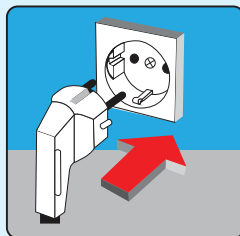

Abb. 18
- Ziehen Sie den Netzstecker des Geräts. (Abbildung 18)